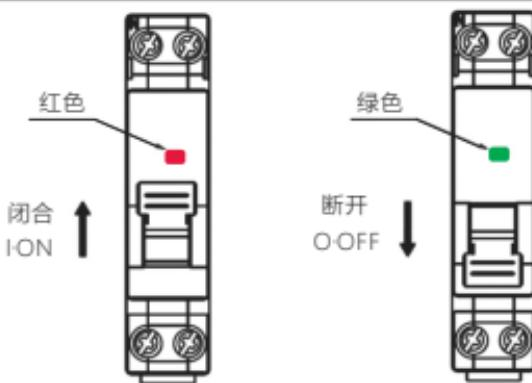

图2 NXBF-40闭合、断开状态指示
5.1 安装使用前先检查断路器标志与所使用的工作条件是否相符；断路器闭合、断开状态指示如下图2